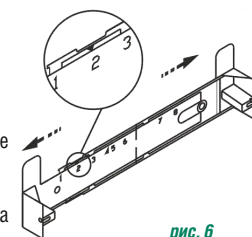

рис. 6
- увеличьте размер кронштейна рис.6 (если это необходимо), раздвинув его, и установите фиксатор напротив соответствующей цифры.